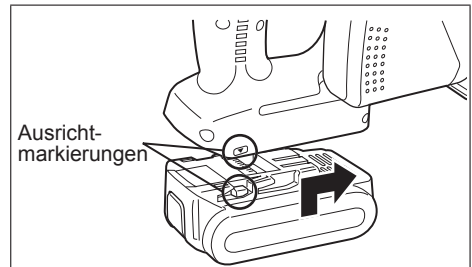

Abb. 2
1. Zum Anschließen des Akkus (Siehe Abb. 2)